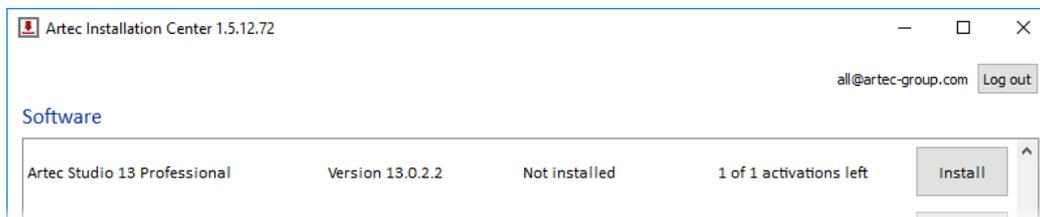

Рис. 4.5: Artec Installation Center готов к установке Artec Studio
- С помощью Artec Installation Center (либо во время установки, или по нажатию кнопки *Установить* в приложении, как показано на Рис. 4.5)